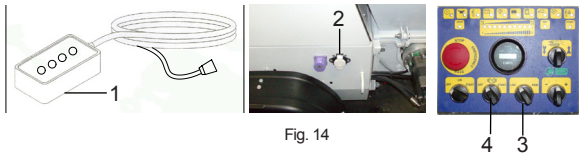
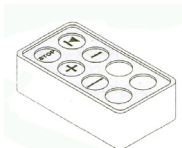

Fig. 14
Fig. 15
La máquina posee un mando a distancia con cable (fig. 14, ref. 1), que se ha de conectar a la toma (fig. 14, ref. 2) del chasis de la máquina. Cuando se utiliza el mando a distancia, el selector (fig. 14, ref. 3) del cuadro tiene que estar en "LOC".
Si la máquina posee un mando remoto (fig. 15), tiene que habilitarlo poniendo el selector (fig. 14, ref. 3) del cuadro eléctrico en REM.
Si es necesario, conecte el mando a distancia (fig. 14, ref. 1) a la correspondiente toma (fig. 14, ref. 2).